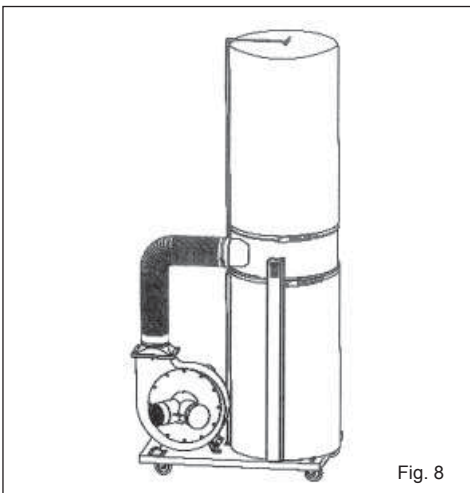

Fig. 8
7. Fixe le tuyau aux raccords de sortie, comme indiqué en Fig. 8.